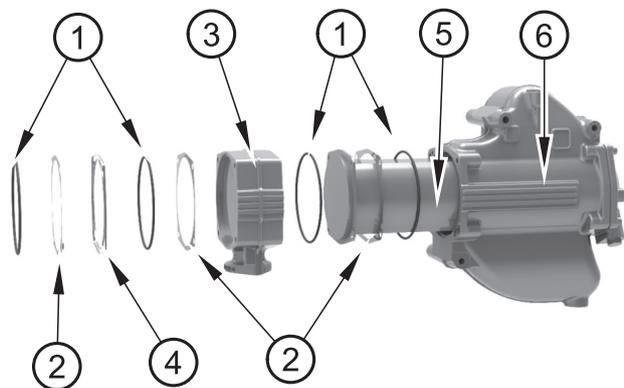

Abbildung 21
3. Die Nachkühler-Baugruppe besteht aus den in Abbildung 21 gezeigten Teilen.